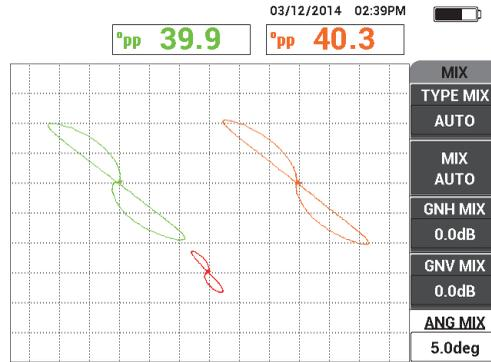

Figure 5-147 Réglage précis de l'angle des fréquences combinées
- c) Réglez l'angle **MIX** (fenêtre **MIX** du menu **MAIN FILTER**) avec précision pour obtenir aussi 40,0 degrés, ou une valeur s'en rapprochant beaucoup (voir la Figure 5-147 à la page 246).